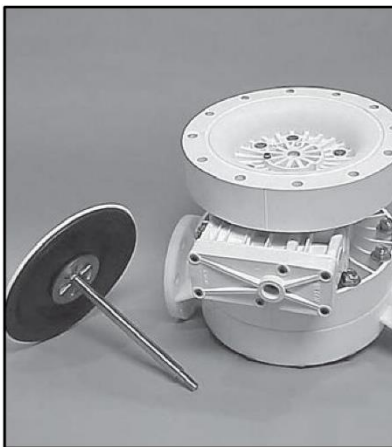

图9a
- 1) 外压板、隔膜和内压板仍连接在轴上，组件整体可以从中心体上拆下（见图 9a）。